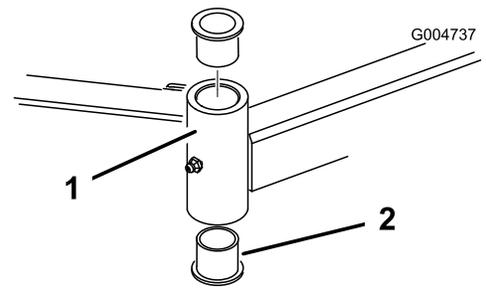

Figura 111
4. Inserite un punteruolo nella parte superiore o inferiore del tubo di fissaggio, e spingete la boccola fuori del tubo (Figura 111).